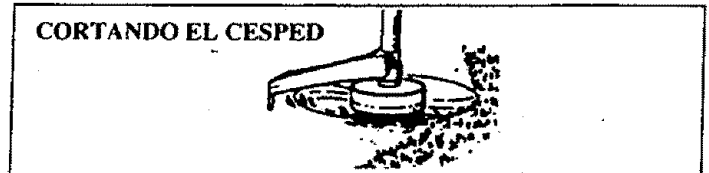

Figura 11
3. **CORTANDO EL CESPED** - Figura 11. Su cortadora es ideal para cortar en lugares que las cortadoras convencionales de césped no pueden cortar. En la posición de corte mantenga la línea paralela al suelo. Evite presionar el cabezal sobre el suelo ya que esto puede cortar al ras del suelo y dañar la herramienta.